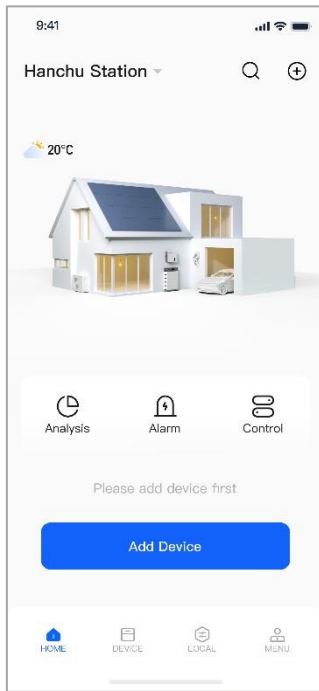

Figura 12
- Pulse el botón "**Añadir dispositivo**", como se muestra en la Figura 12. A continuación, puede pasar directamente a "**4.2.2.2 Configuración de la red**".